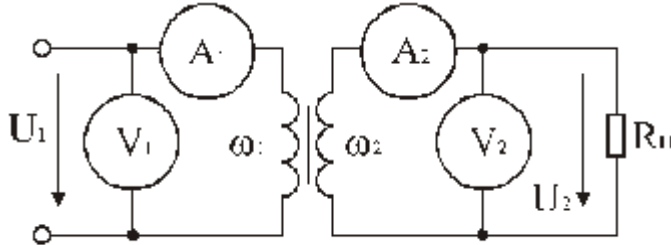

Рис. 6.4
5. Напряжение на входе однофазного трансформатора (рис. 6.4) $U_1=100$ В, ток в первичной цепи $I_1=10$ А. Коэффициент полезного действия 0,9. Вольтметр во вторичной цепи показывает напряжение $U_2=450$ В. Определить показания амперметра во вторичной цепи, сопротивление нагрузки.